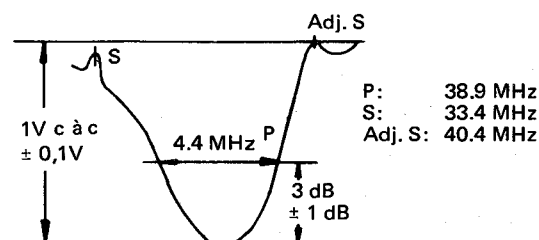

Figure 1
- 5) Régler T202 sur "Adj-S" et T206 sur le point "S". Régler les noyaux de T203 et T204 pour que leurs formes d'onde soient maximales comme le montre la Fig. 1.